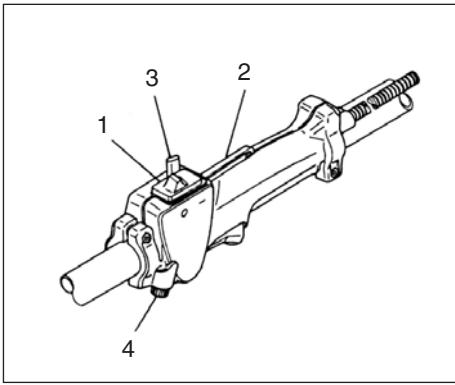

Fig.2-5
Avviamento (Fig. 2-5)
Il limitatore di farfalla (4) serve a aggiustare l'apertura massima della farfalla. E stato aggiustato nella fabbrica per l'apertura massima. (se la macchina ne é fornita) (Fig. 2-5)